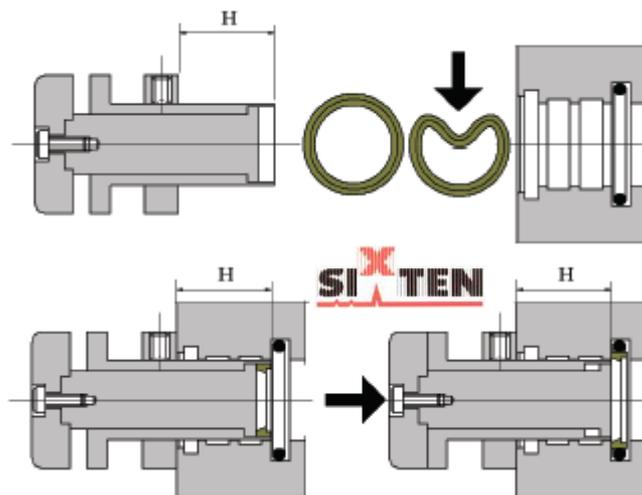

Fig. 1
- introdurre lo stelo con molta attenzione per evitare danneggiamenti all'anello in PTFE ( fig. 1 )